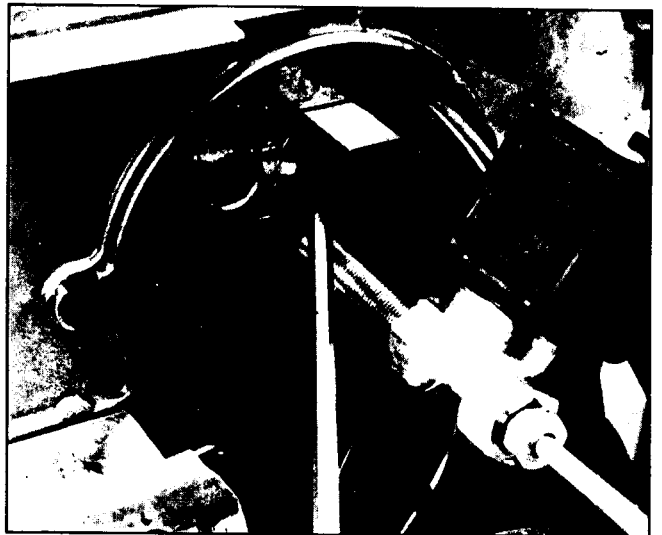

Bild 5: Sekundärlufteinstellung (Düsenstockverstellung)
3. Sekundärlufteinstellung Bild 5.
### Einstellung der Mischeinrichtung (Bild 5):